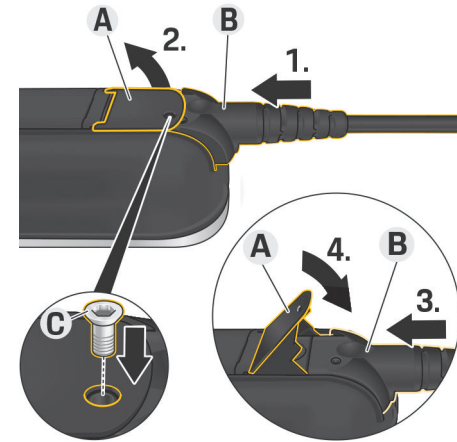

Abb. 16 Kabel befestigen und Stecker fixieren
- ✓ Hebel **A** (Abb. 16) ist geschlossen.
1. Stecker **B** (Abb. 16) bis zum ersten Widerstand in die Bedieneinheit einschieben.
2. Hebel **A** (Abb. 16) anheben.
3. Stecker **B** (Abb. 16) vollständig einschieben.
4. Hebel **A** (Abb. 16) schließen.
5. Stecker **B** (Abb. 16) mit der Schraube **C** (Abb. 16) an der Bedieneinheit festschrauben.